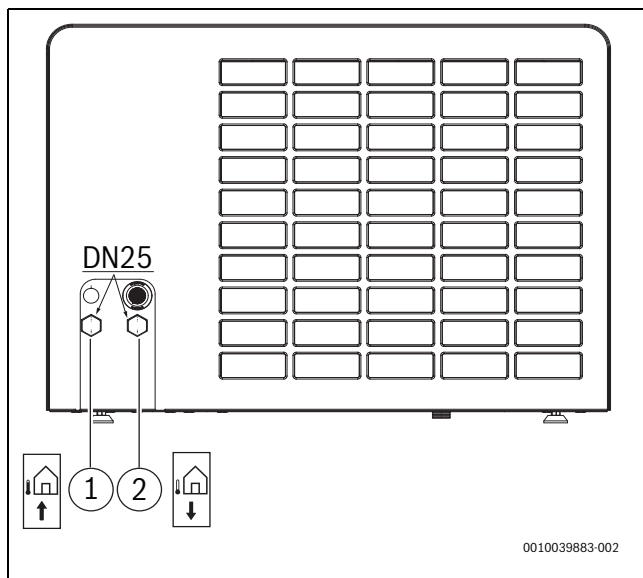

Bild 33 Anschlüsse der Wärmeträgerrohre; Beschreibung gilt für alle Größen
- Vorlaufleitung zur Inneneinheit an den Wärmeträgerausgang anschließen (→ [1], Abbildung 33).
- Rücklaufleitung von der Inneneinheit an den Wärmeträgereingang anschließen (→ [2], Abbildung 33).